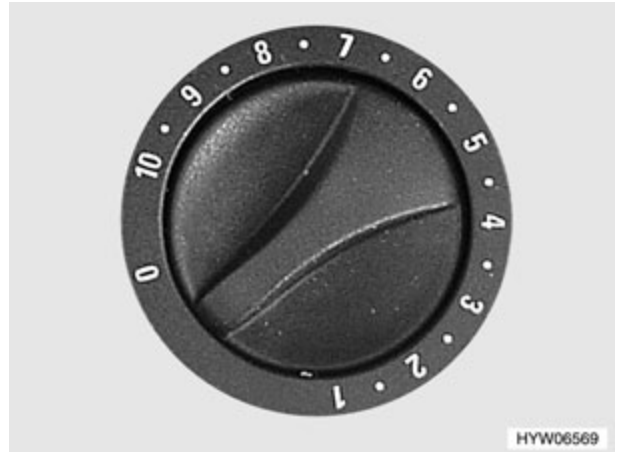

Fig. 90 Regulador giratorio en la calefacción
- Ajustar el regulador giratorio (Fig. 90) de la calefacción de aire caliente al valor deseado y bajar hasta el tope.
- Situar el regulador giratorio (Fig. 90) de la calefacción de aire caliente en "0". El dispositivo automático de encendido se desconecta de este modo simultáneamente.